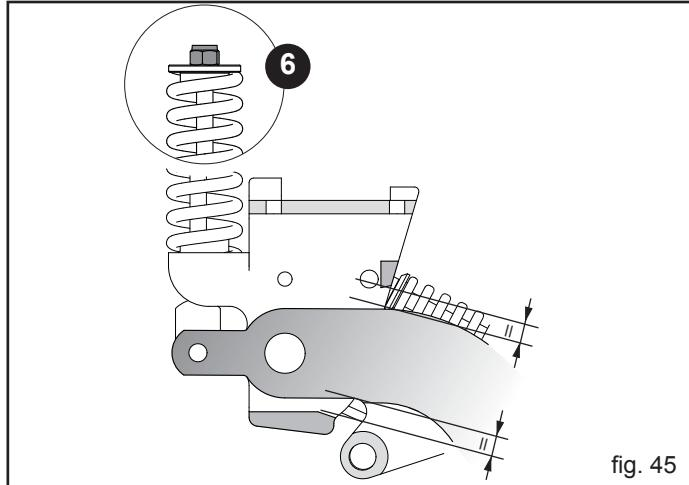

fig. 45
- 3) Verificați ca elementul să se găsească într-o poziție intermediară a cursei sale (Fig. 45).
- 4) Eventual reglați toate arcurile prin intermediul piulișei (6, fig. 45) până ce ajungeți la poziția descrisă la punctul 3).